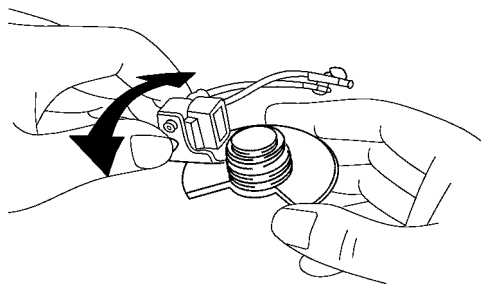

图 5-45 检查断路器板
(1) 检查断路器板。转动断路器板, 检查它是否有轻微阻滞, 如图 5-45 所示。